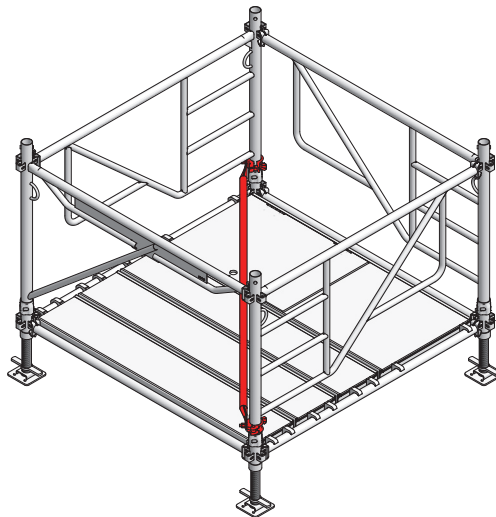

Abb. 10.2
9. Der Aufbau muss zwingend rechtwinklig sein. Hierfür eine Horizontalstrebe MT als Diagonale zwischen zwei Rahmen 100 MT einbauen (Abb. 10.2).